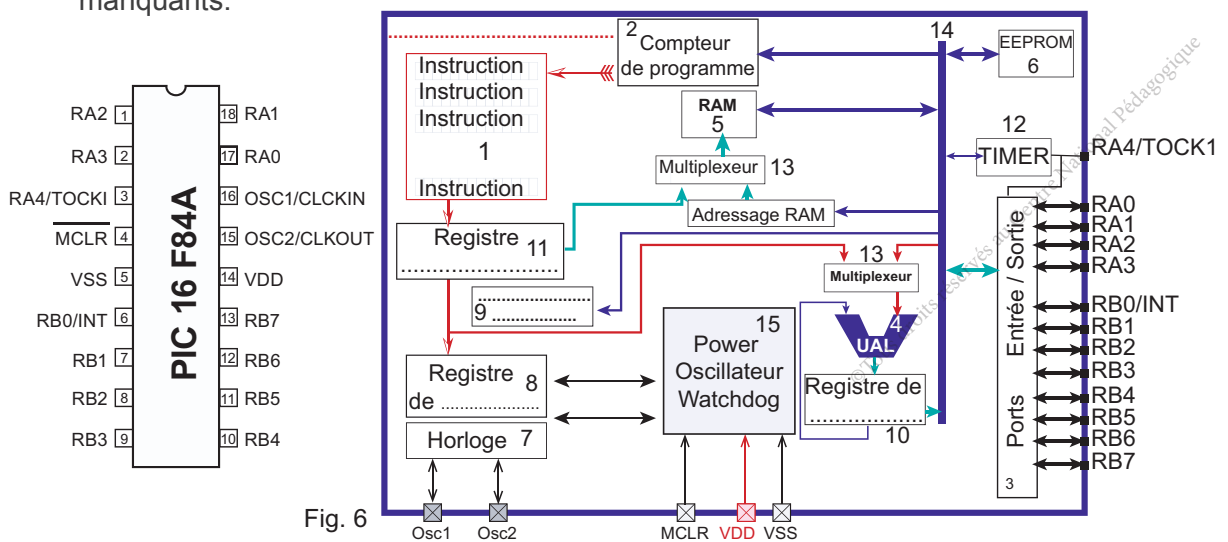

Fig. 6
- b- Compléter l'architecture interne du microcontrôleur PIC16F84A (figure 6) par les noms manquants.